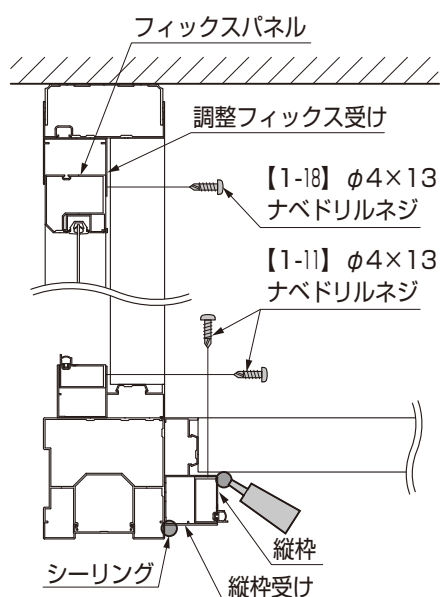
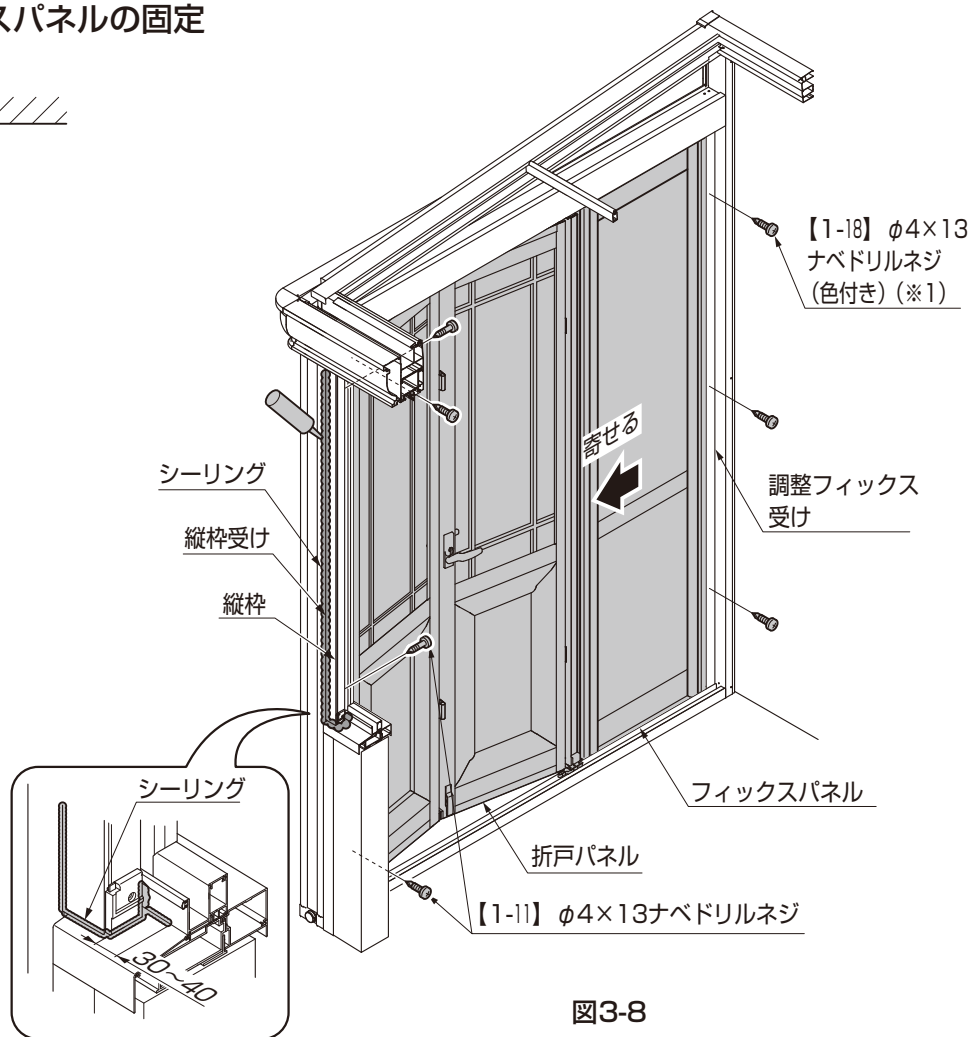

図3-9
図3-8
- すき間がある場合は、フィックスパネルを柱側に寄せて、すき間をなくしてください。(図3-8参照)
- ③縦枠と縦枠受けを【1-11】で固定してください。(図3-8、図3-9参照)
- ④フィックスパネルを調整フィックス受けに【1-18】で固定してください。(図3-8、図3-9参照)